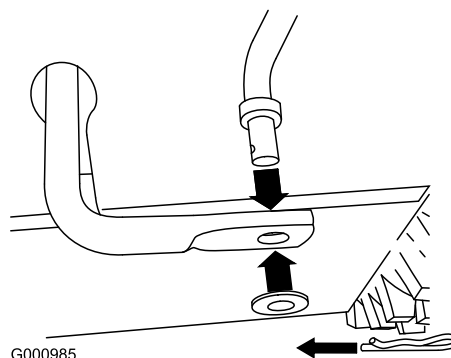

Figura 11
1. Rimuovete la coppiglia e la rondella dall'estremità inferiore dell'asta di comando della velocità e inserite l'estremità inferiore nel braccio articolato inferiore, in modo che l'estremità curva dell'asta di comando della velocità sia rivolta all'indietro (Figura 11).